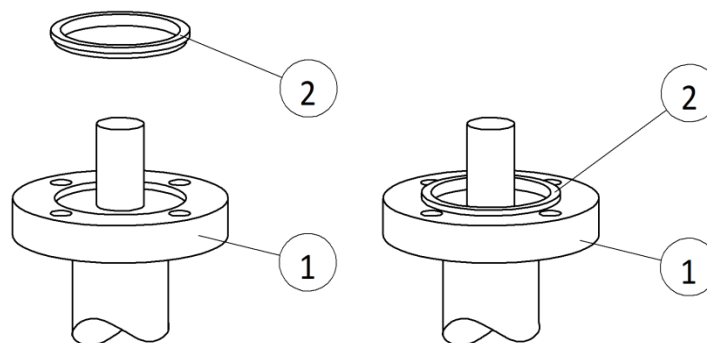

Рисунок 6 – Установка центрирующего кольца (опция)
- При установке электропривода на фланец арматуры с проточкой для центровки, возможно применение кольца в соответствии рисунок 6 (опция, оговаривается при заказе).